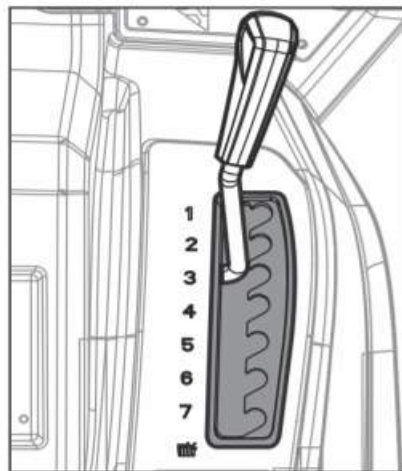

Рис. 28
- Потяните рычаг регулировки высоты кошения в направлении сидения оператора и, переместив его вперед - назад, зафиксировав его в одном из пазов, установив требуемую высоту положения режущей деки (Рис.28).
Если нажать на педаль заднего хода (поз. В, рис. 28, для модели ТБ 1198А), или включить заднюю передачу рычагом переключения передач (рис. 25в, для модели ТБ 1198) при включённом вращении ножей деки, двигатель и все системы машины автоматически остановятся. Для продолжения кошения, необходимо активировать систему кошения задним ходом.